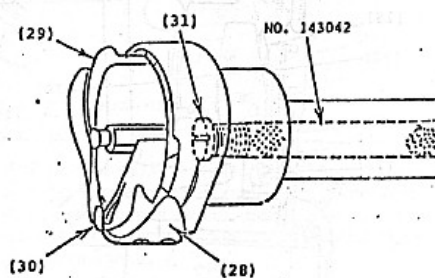

Fig. 17
Gire a lançadeira até que o protetor da linha (28), esteja bem baixo, conforme mostrado na Fig.17. Gire o suporte (29), Fig. 17 da caixa da bobina até que o chanfro (30) esteja, também, perto da parte mais baixa conforme mostrado nas Figs. 17 e 18. A lançadeira pode, então ser retirada do seu eixo.
Enquanto a lançadeira estiver fora do eixo, é aconselhável substituir o filtro de óleo 143042, Fig. 17 que se encontra na extremidade do eixo da lançadeira.
Desparafuse o filtro de centro do eixo (31), Fig.17 e substitua-o totalmente por um filtro novo 143042.